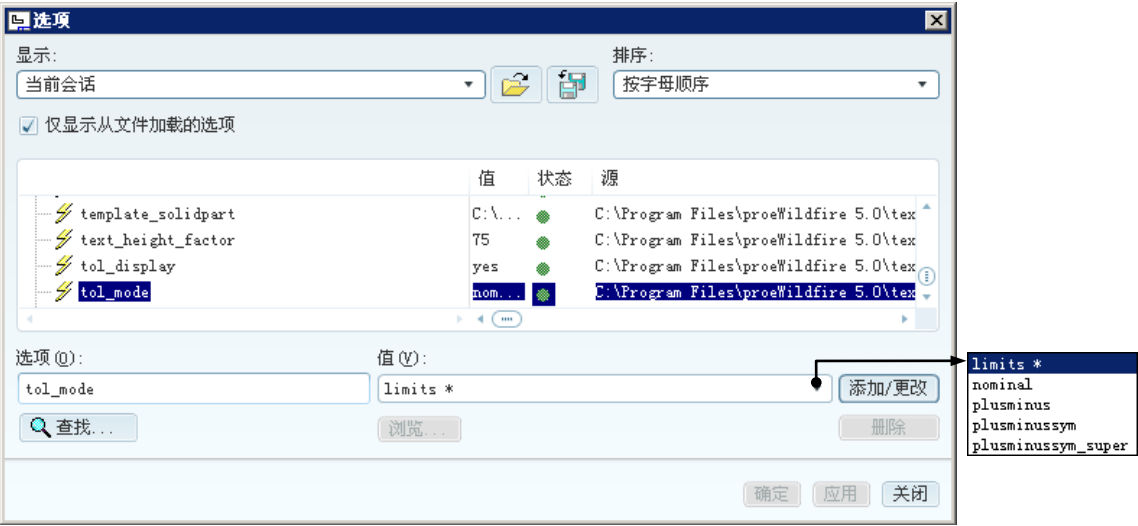

图 5.5.6 “选项”对话框（二）
Step4. 在“选项”对话框左侧的配置文件列表中选择配置文件 **tol_mode**，在对话框下部的 **值(V):** 下拉列表中选择 **limits *** 选项，如图 5.5.6 所示，单击 **添加/更改** 按钮。